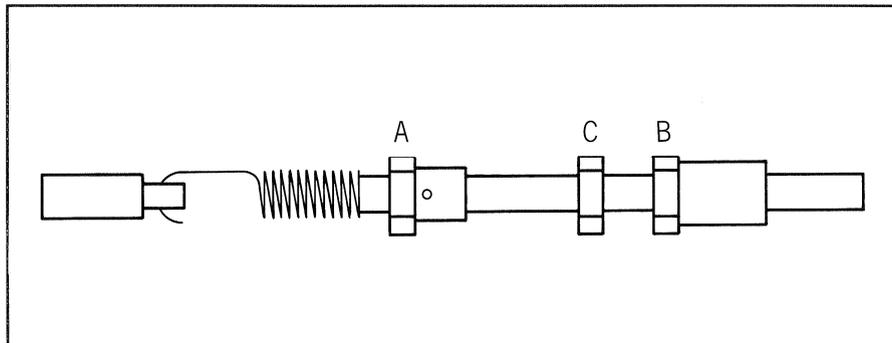

Fig. 22 Verstellmechanismus der Bandzugfeder
- Durch Drehen der Mutter [A] die Federlänge so einstellen, dass $\Delta U = 2V$ erreicht wird (siehe Fig. 22). (U_1 und U_2 sind zum gegenwärtigen Zeitpunkt nicht wichtig!)